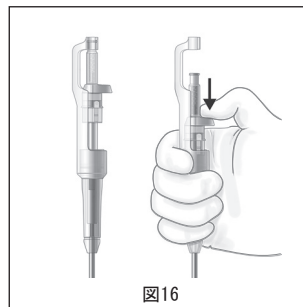

図16
- バルーンカテーテルが正しい位置に到達し、カチッと音が聞こえるまで遠位側に進めます (図16)。バルーンカテーテルを進めている間は必ずハンドルを固定します。